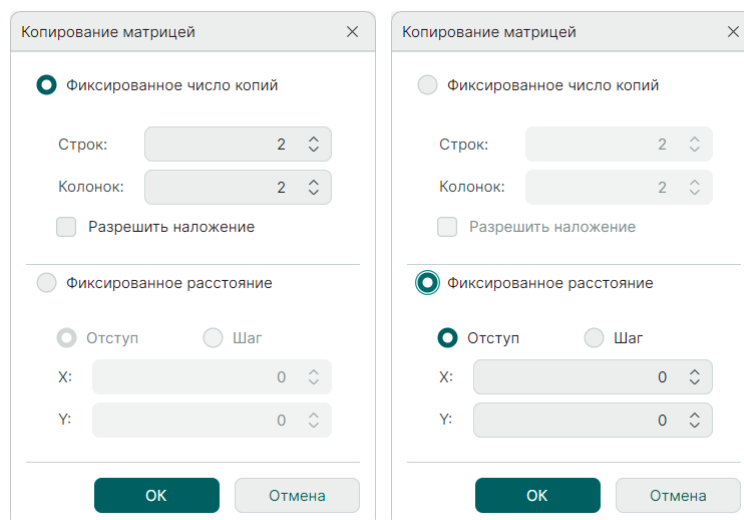

Рис. 232 Настройка параметров при копировании объектов матрицей
- Установите необходимые параметры копирования в появившемся окне «Копирование матрицей» см. Рис. 232: